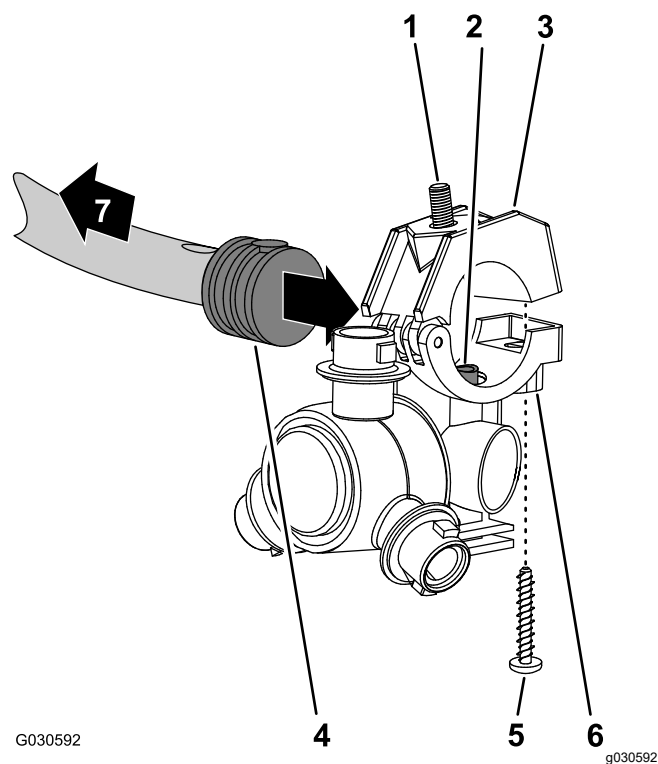

Figura 77
1. Trabajando con la boquilla de fumigación que retiró en 12 Retirada de las mangueras de las boquillas de fumigación del sistema de 3 secciones \(página 34\), alinee el tubo de trasvase de la base de una boquilla de fumigación (Figura 77) con el orificio situado en el lado del conector dentado simple (1/2").
- Cierre la mitad superior de la abrazadera alrededor del conector dentado y sujete la mitad de la abrazadera y el cuerpo de la boquilla de fumigación (Figura 77) con el tornillo de acero